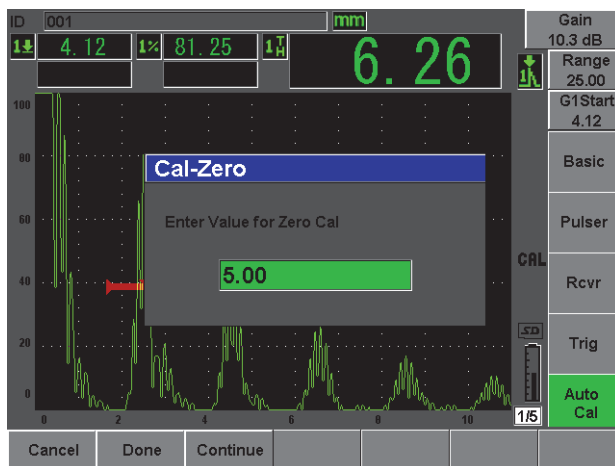

图 2-15 校准零位数值
6. 按 **Cal-Zero**（校准零位）（参见第 45 页的图 2-15）。